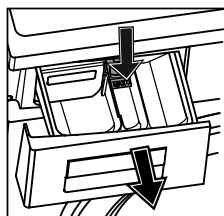
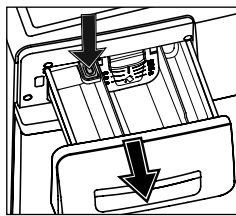

Figura 17
Figura 18
- ținîndu-o de marginile împărțiturii, în conformitate cu Figura 17, sau de suprafața laterală așa cum se arată în Figura 18, cu un pic de presiune asupra capacului sau cheiei în direcția indicată de săgeată, trageți-o spre D-voastră.